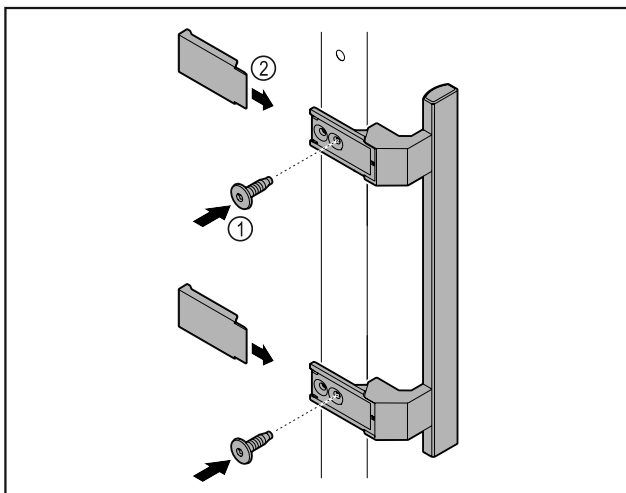

Fig. 3
- ▶ Ручку з комплекту додаткового обладнання з доданими гвинтами Fig. 3 (1) розмістити на дверях.
- ▶ Одягти кришку Fig. 3 (2).